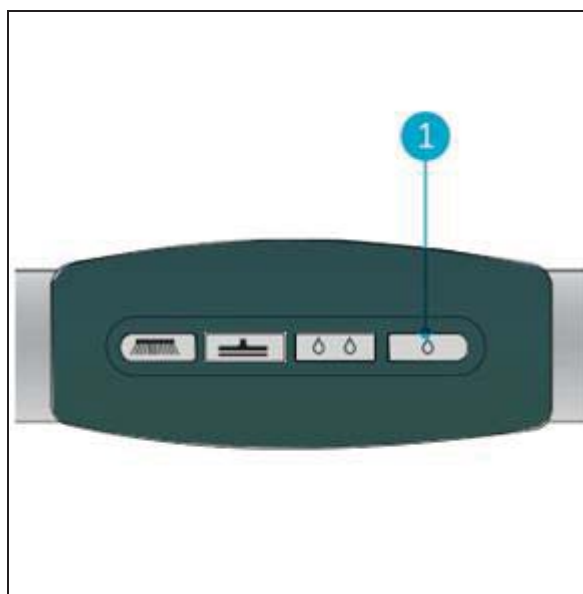

Figure 19
1. Activez le mode ÉCO en appuyant sur le bouton ÉCO (Figure 19, pos 1).
3. Pour démarrer le mode de nettoyage normal, appuyez sur le bouton (Figure 19, pos2)